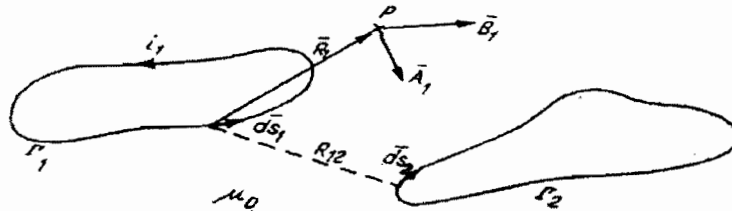

Fig. A4.3. Circuite electrice în medii omogene.
• În general, la calculul inductivităților mutuale se utilizează *Formula lui Neumann*. Se considera două circuite în prezența într-un mediu omogen (μ_0) (fig. A4.3).